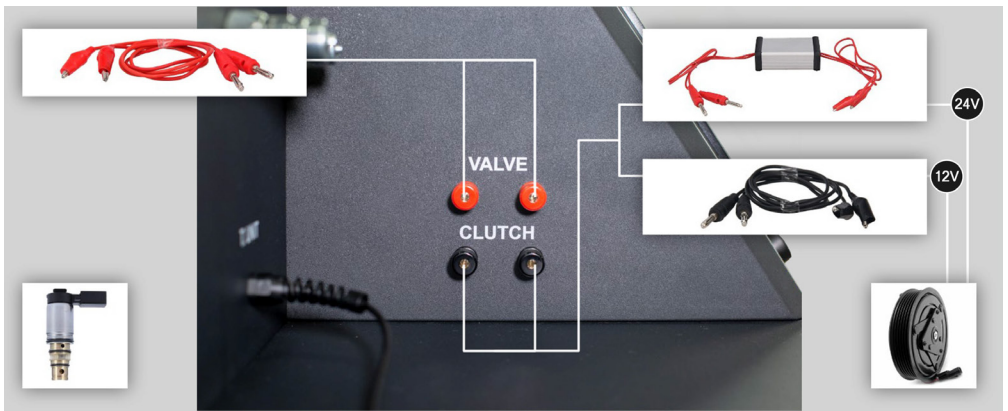

Рисунок 26. Підключення кабелів і адаптера MS122 до роз'ємів стенда "Clutch" і "Valve"
6.2. Якщо компресор у своїй конструкції містить муфту з напругою живлення 24В, то її діагностику проводимо згідно з пунктом 6.1. А під час подальшої діагностики компресора муфту необхідно під'єднати до стенда через приставку MS122 (див. рис. 26).